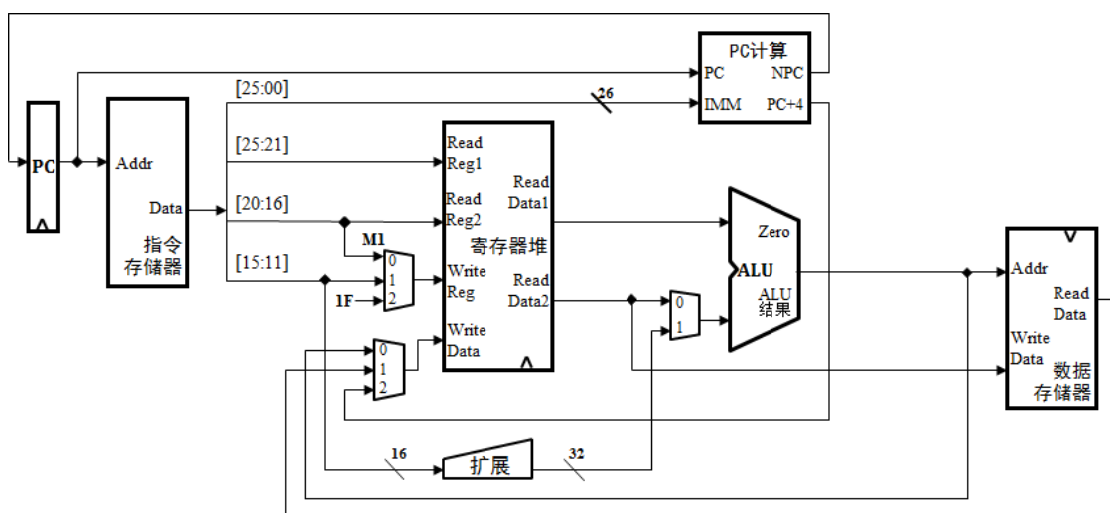

Figure1 数据通路(供参考)
4. Figure1 为供你参考的数据通路架构图。
- a) 我们不确保 Figure1 是完全正确的;